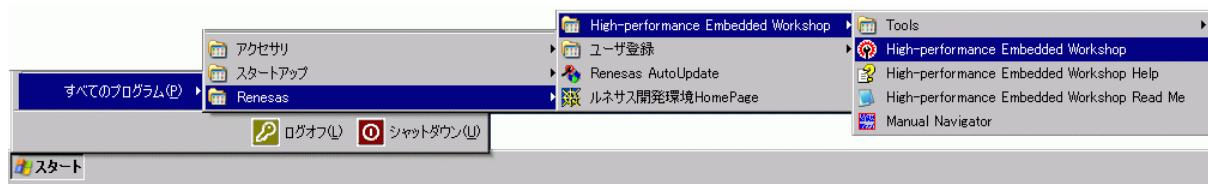

図 2-11 [スタート]メニュー
- (1) ホストコンピュータとE6000エミュレータを接続してください。
- (2) E6000エミュレータのコネクタとユーザインターフェースケーブルを接続します。
- (3) E6000エミュレータの電源を入れてください。
- (4) [スタート]メニューの[プログラム]からHigh-performance Embedded Workshopを起動してください。（図 2-11）